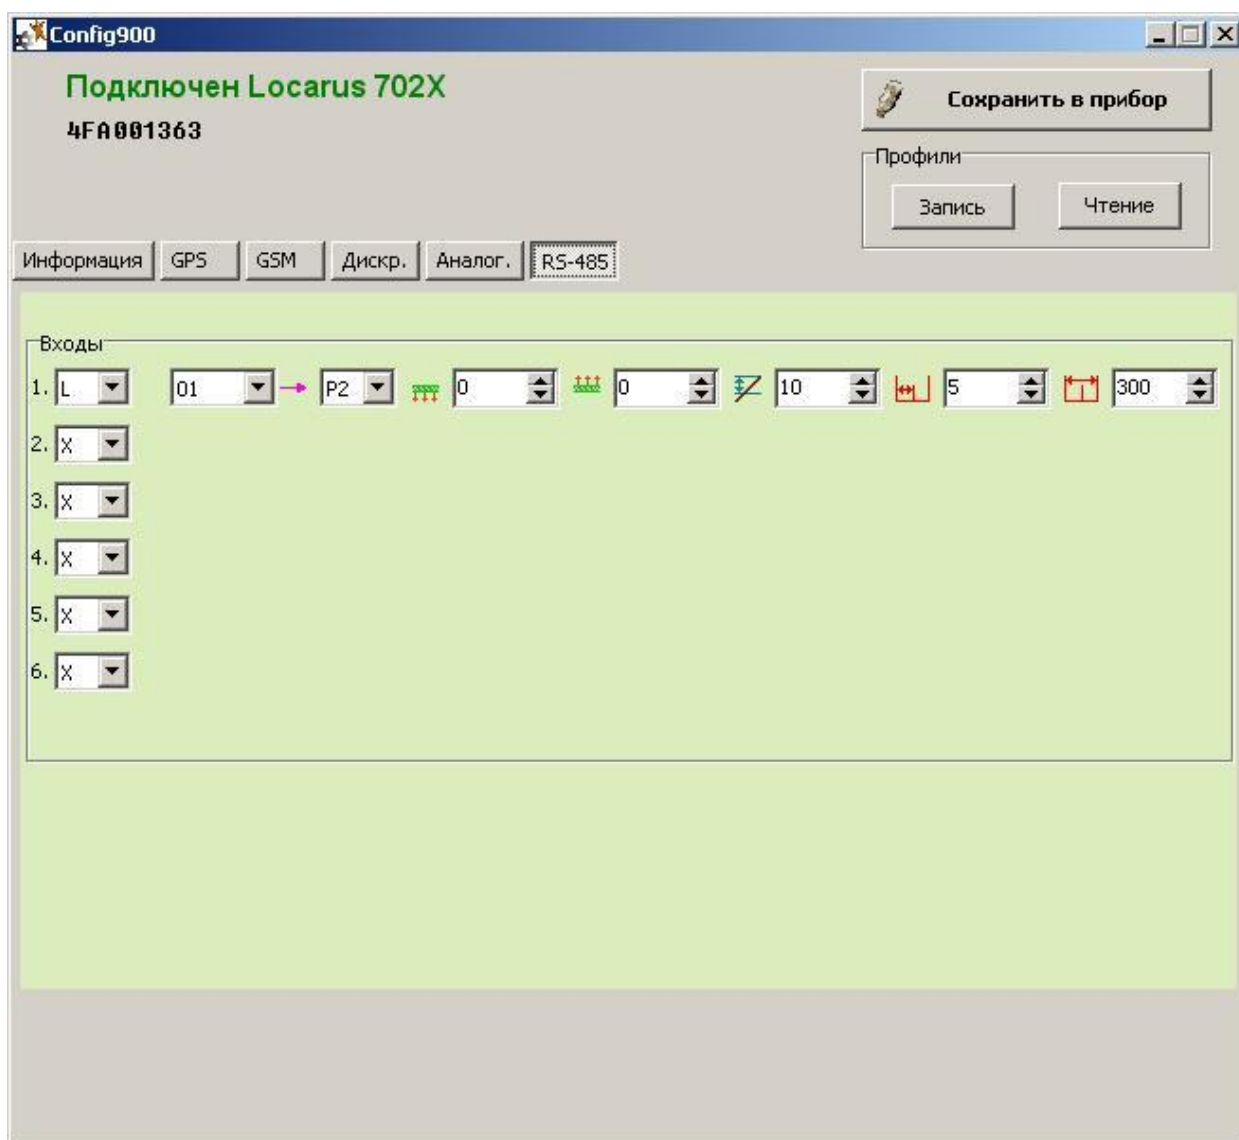

Рисунок 1
3.2. Терминал настраивается с помощью сервисной программы config900 (Рис.1):